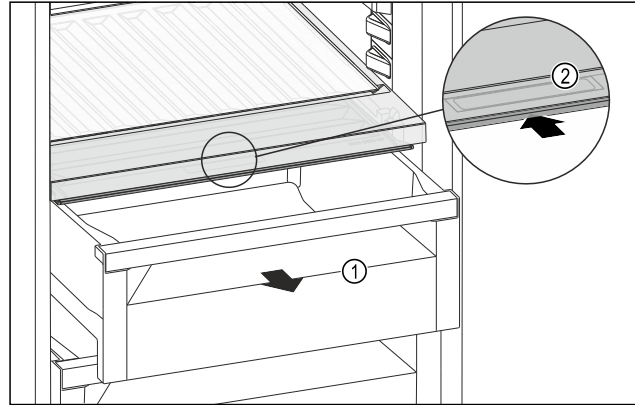

Fig. 129
- ▶ Извлеките выдвижной ящик Fig. 129 (1).
- ▶ Возьмитесь за утопленную ручку Fig. 129 (2) на крышке отделения и одновременно введите крышку отделения назад.